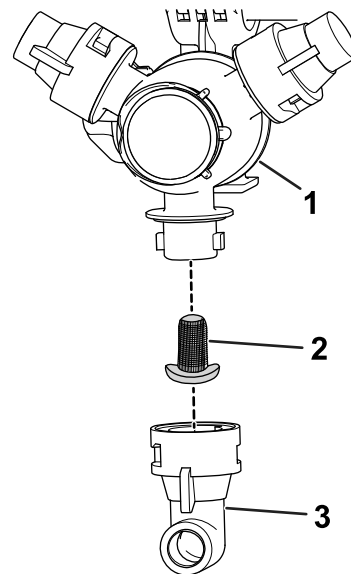

図 110
2. タレットからノズルを外す 図 110。
3. 古いノズルフィルタ 図 110を外す。
4. 新しいノズルフィルタを取り付ける 図 110。
5. タレットにノズルを取り付ける 図 110。